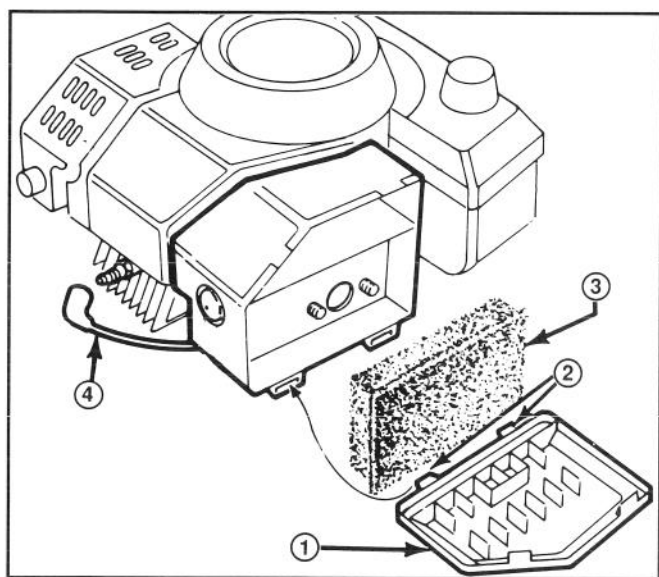

Figure 15
1. Arrêter le moteur et débrancher le fil de bougie (fig. 15).
2. Soulever les languettes du couvercle du filtre à air et faites pivoter de couvercle (fig. 15). et le nettoyer soigneusement.
3. Si l'élément en mousse est encrassé, le retirer du filtre à air (fig. 15) et le nettoyer soigneusement.
1. Arrêter le moteur et le laisser refroidir. Débrancher le fil de bougie (fig. 15).